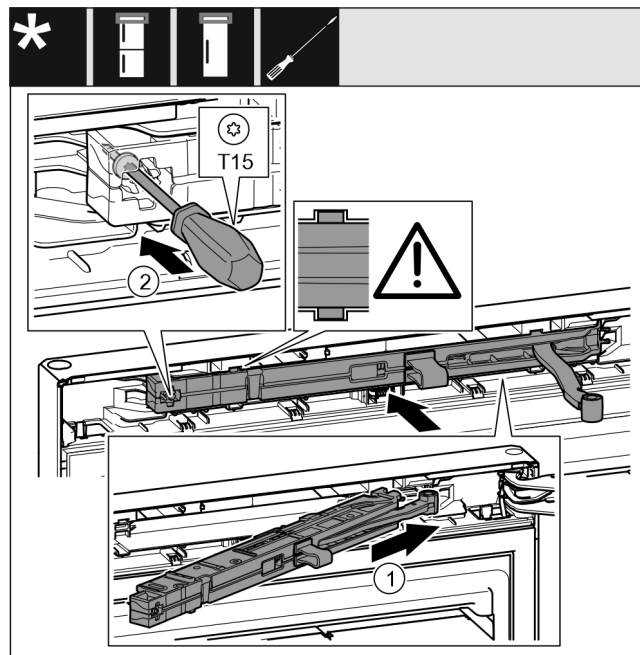

Fig. 23
- ▶ Вставьте узел амортизатора в выемку со стороны опорного кронштейна под наклоном до упора. Fig. 23 (1)
- ▶ Затяните винт отверткой T15. Fig. 23 (2)